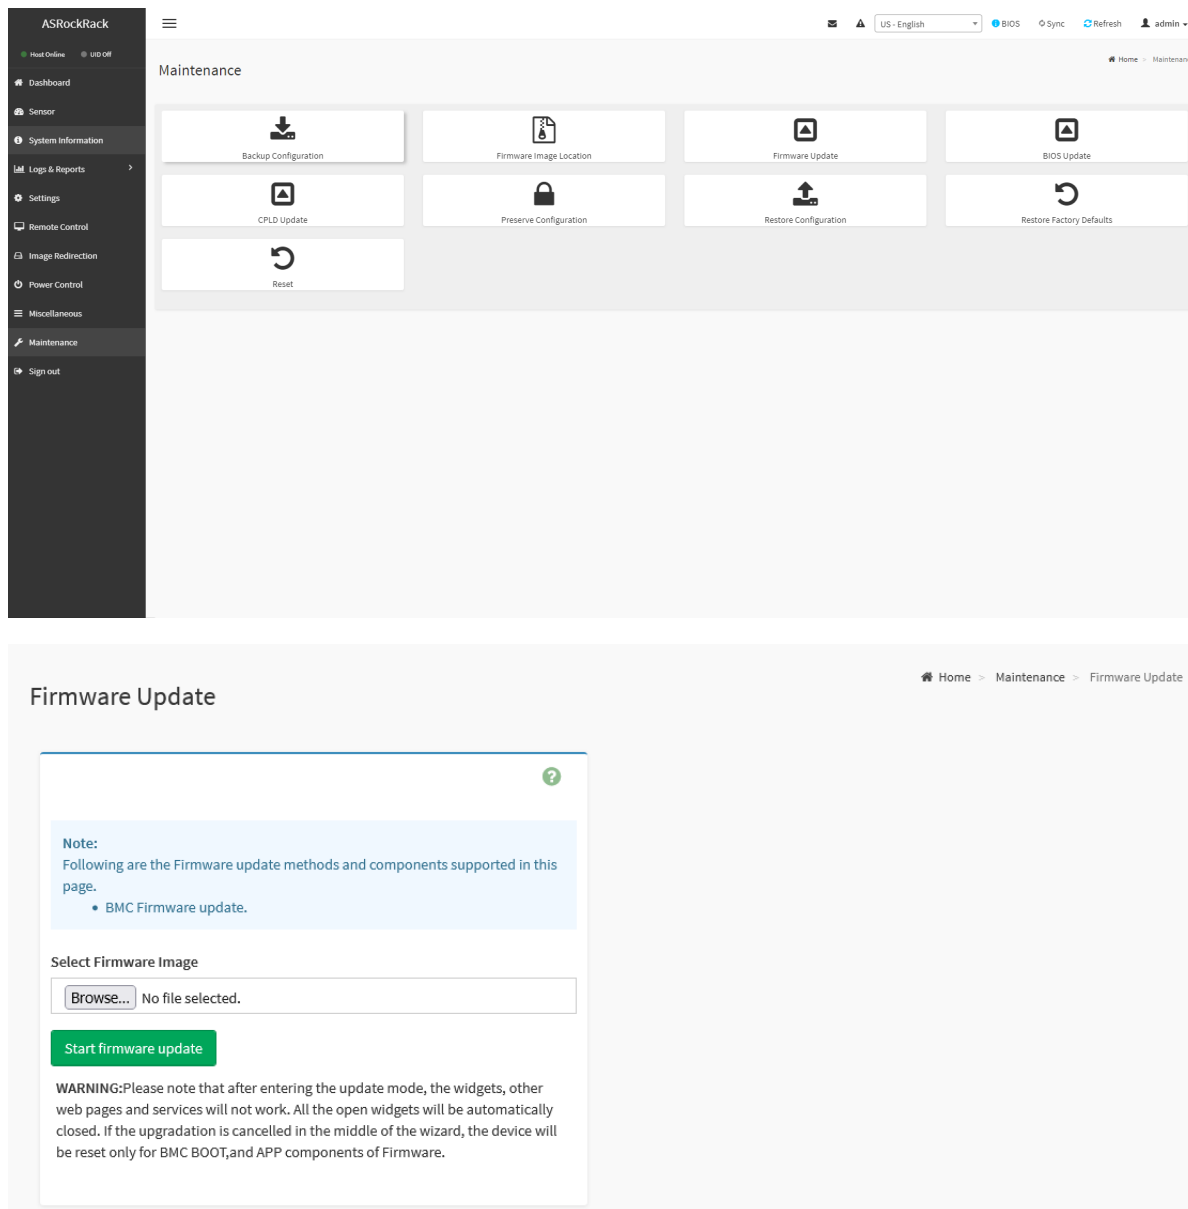

Рис. 126. Меню Firmware update
- 2) Пройдите во вкладку «Maintenance» → «Firmware update». Окно показано на рис. 126 Меню Firmware update